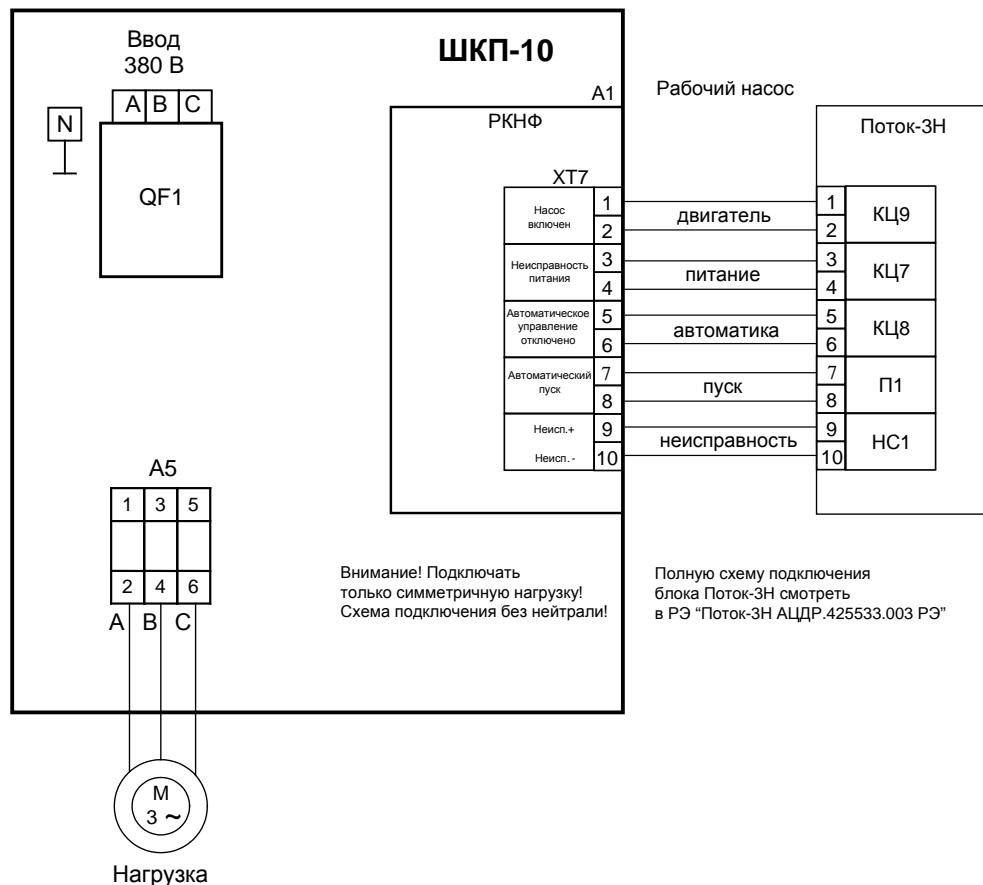

Рисунок 3. Вариант подключения шкафа при эксплуатации с трехфазной нагрузкой и блоком Поток-ЗН
- 3) подключить к шкафу провода питающего сетевого напряжения, цепей нагрузки и контрололя состояния согласно схеме электрической рис. 3, 4;
- Максимально допустимое отклонение напряжения выставляется потенциометром 2 (см. рис. 3). $\Delta U_{\text{ном}}$ определяет одновременно верхний и нижний пороги срабатывания. Таким образом, входное напряжение будет считаться допустимым в диапазоне от $(220 - \Delta U_{\text{ном}})$ В до $(220 + \Delta U_{\text{ном}})$ В. $\Delta U_{\text{ном}}$ может принимать значения от 0 В (крайнее левое положение потенциометра) до 80 В (крайнее правое положение потенциометра).
- Время интегрирования неисправности (время задержки срабатывания) выставляется регулятором 3 (см. рис. 3). t_c определяет время накопления неисправности (восстановления) и может принимать значения от 0 с (крайнее левое положение потенциометра) до 16 с (крайнее правое положение потенциометра).